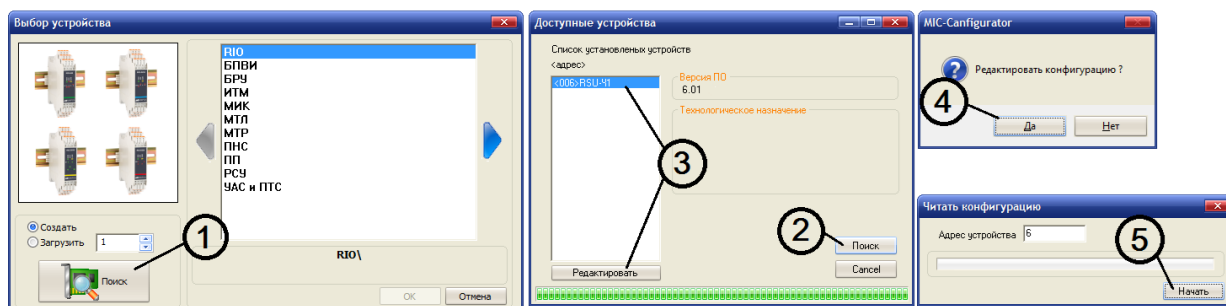

Рисунок 4.3 - Вікна програми MIC-Configurator
4.4.5.6 У МІК-Конфігураторі натиснути кнопку "Доступні пристрої" (див. рис. 4.3) і провести пошук блоку згідно з пунктом 4.4.3.